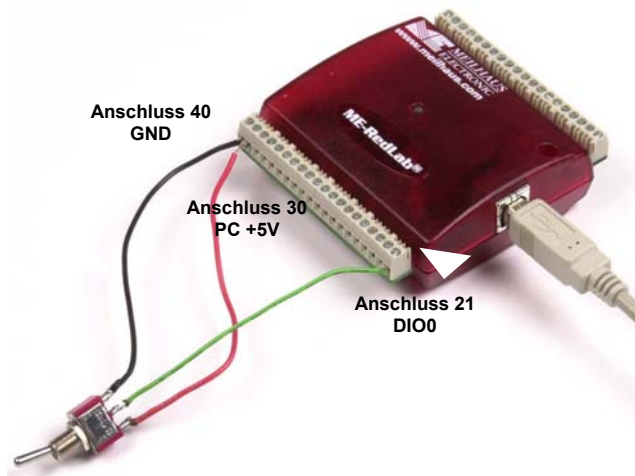
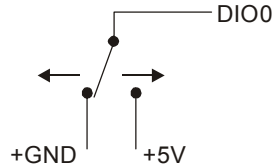

Abb. 3-5 Verbindung mit dem digitalen Eingang DIO0 zur Erkennung des Schalterzustandes
Abb. 3-6 Das Schaltbild zeigt die Erkennung des Schalterzustands durch den Digitalkanal DIO0
Die Konfigurierung der digitalen Bits als Eingang erlaubt Ihnen, die digitalen E/A-Anschlüsse des RedLab 1608FS zu verwenden, um den Zustand jedes TTL-Einganges zu erkennen. Siehe dazu den Schalter in Abb. 3-5 und das Schaltbild in Abb. 3-6. Wenn Sie den Schalter auf den +5 V-Eingang stellen, wird von DIO0 der Wert *TRUE* (1) gelesen. Wenn Sie den Schalter auf GND stellen, wird von DIO0 *FALSE* (0) gelesen.